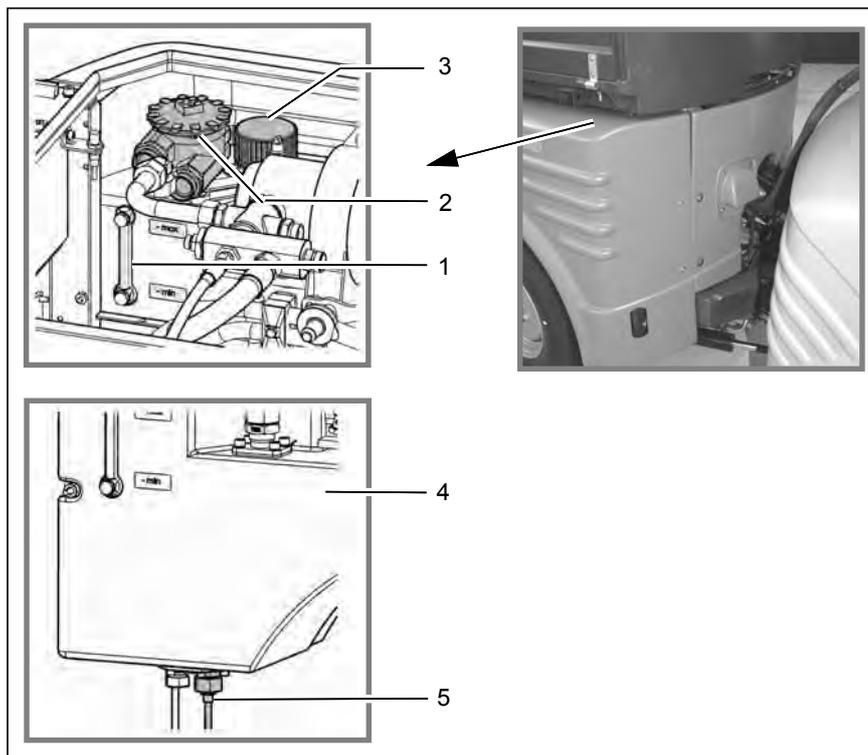

Fig. 48
Vérifier toutes les semaines le niveau d'huile hydraulique sur l'indicateur (Fig. 48/1), compléter si nécessaire. N'utiliser que des huiles hydrauliques autorisées par le fabricant (HVLP 46) p. ex. Mobiloil DTE 15 M.
4. Dévisser le bouchon (Fig. 48/3) et remettre de l'huile.
4. Retirer le couvercle du filtre d'aspiration retour (Fig. 48/2) et changer celui-ci.
5. Dévisser le bouchon (Fig. 48/3).
6. Détacher le tuyau (Fig. 48/5) situé au-dessous du réservoir d'huile hydraulique (Fig. 48/4) et procéder à la vidange.
7. Replacer le tuyau (Fig. 48/5) et remplir d'huile.